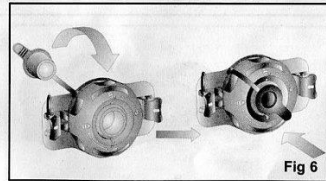

Fig 6
12. После накачивания, плотно закройте сопло клапана колпачком. (Рис. 6).